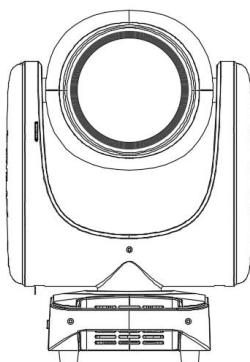

图 4-1
■去掉吊架，水平放置，确保水平和旋转空间安全距离必须 $\geq 1000\text{mm}$ （图 4-1）